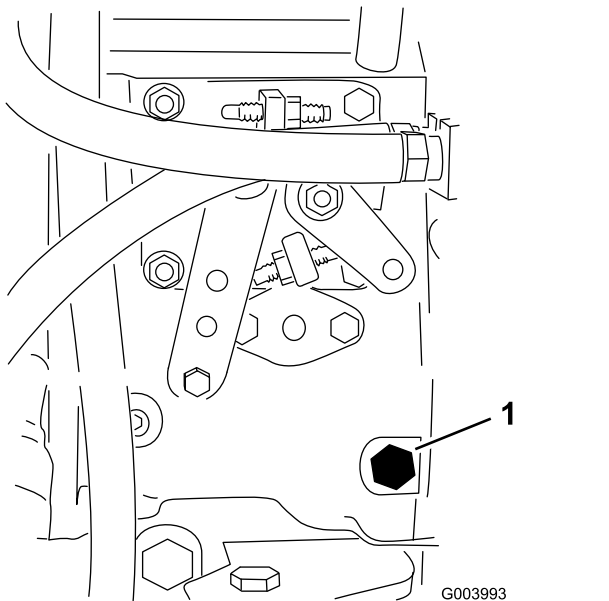

Bild 64
5. Öffnen Sie die Entlüftungsschraube an der Kraftstoffeinspritzpumpe (Bild 64) mit einem 12 mm Schraubenschlüssel.